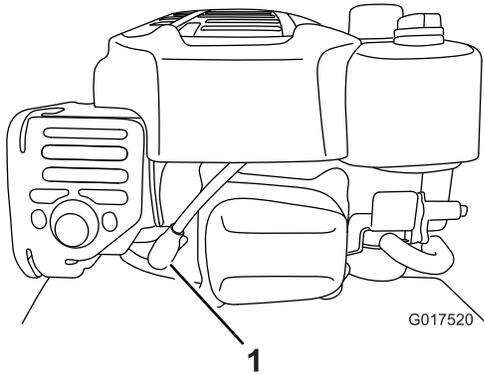

Figura 29
2. Desconecte el cable de la bujía (Figura 29).